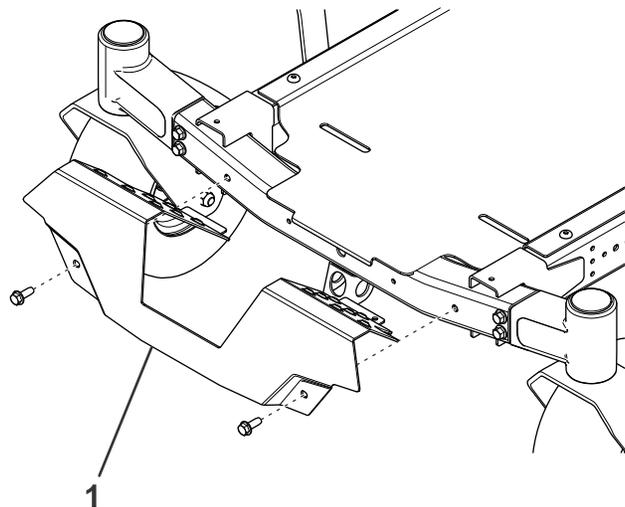
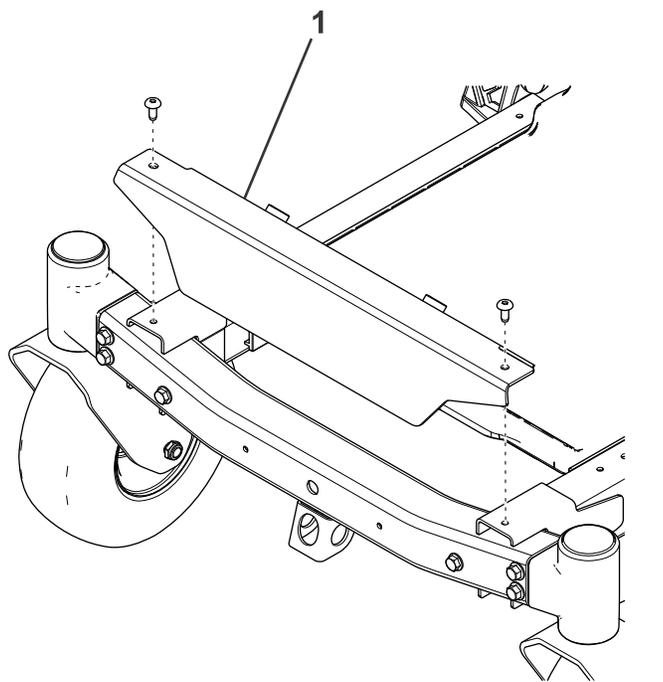

Bild 2
Bild 1
6. Entfernen Sie die Fußplattform (Bild 1 und Bild 2).